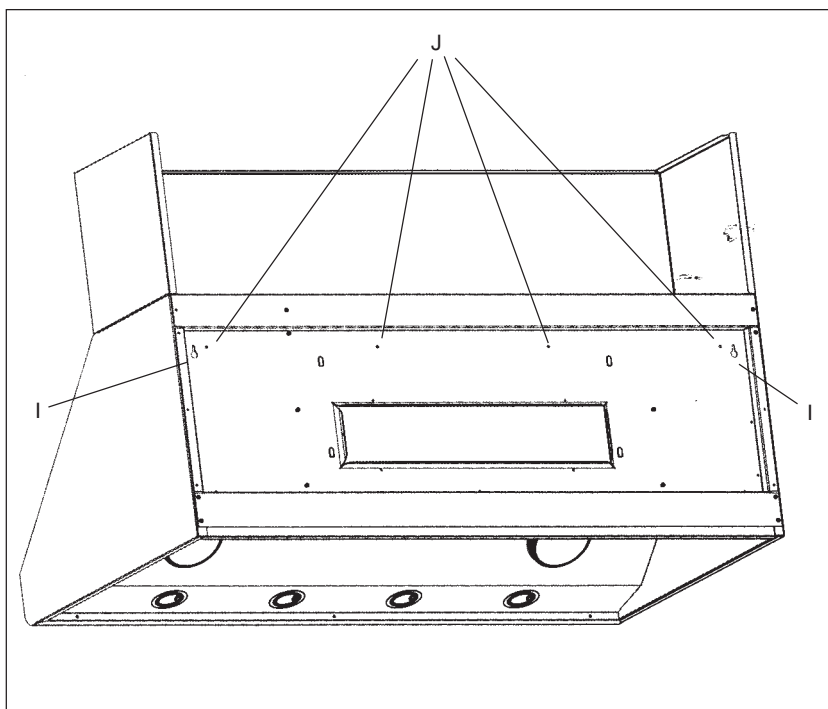

Figure 8
- Déposer la hotte sur les vis dans la fixation en bois. Utiliser les trous marqués «I» à la figure 8. S'assurer que les fixations en bois s'ajustent dans le retrait au dos de la hotte.
- Depuis l'intérieur de la hotte, insérer les vis (n° 8 x 5/8 po) par les trous de la hotte dans les fixations en bois. Voir les trous marqués J à la figure 8.